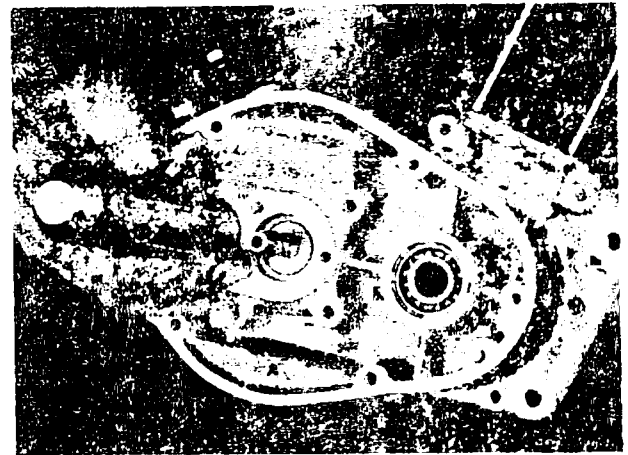

Bild 14. Heraustreiben der Getriebe- und Antriebswellen samt Lagern mittels Hohldorn
29. Kupplungs- und Antriebswelle samt Lagern mittels Hohldorn bzw. passendem Rohrstück aus Gehäusehälften herausdrücken (Bild 14).